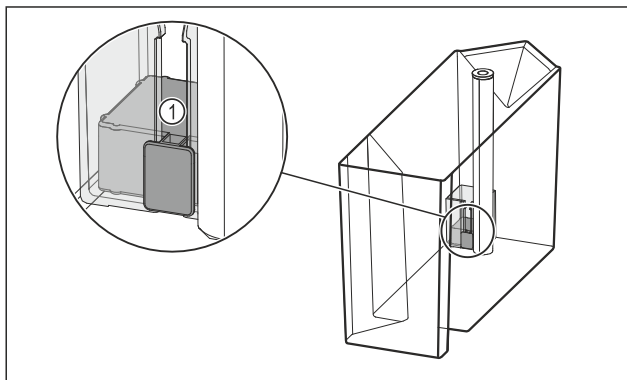

Fig. 100
- ▶ Kontrollera om flottören Fig. 100 (1) är fastklämd. Om flottören är fastklämd: